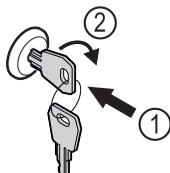

Fig. 184
- 按入钥匙。Fig. 184 (1)
- 将钥匙顺时针转动 90°。Fig. 184 (2)